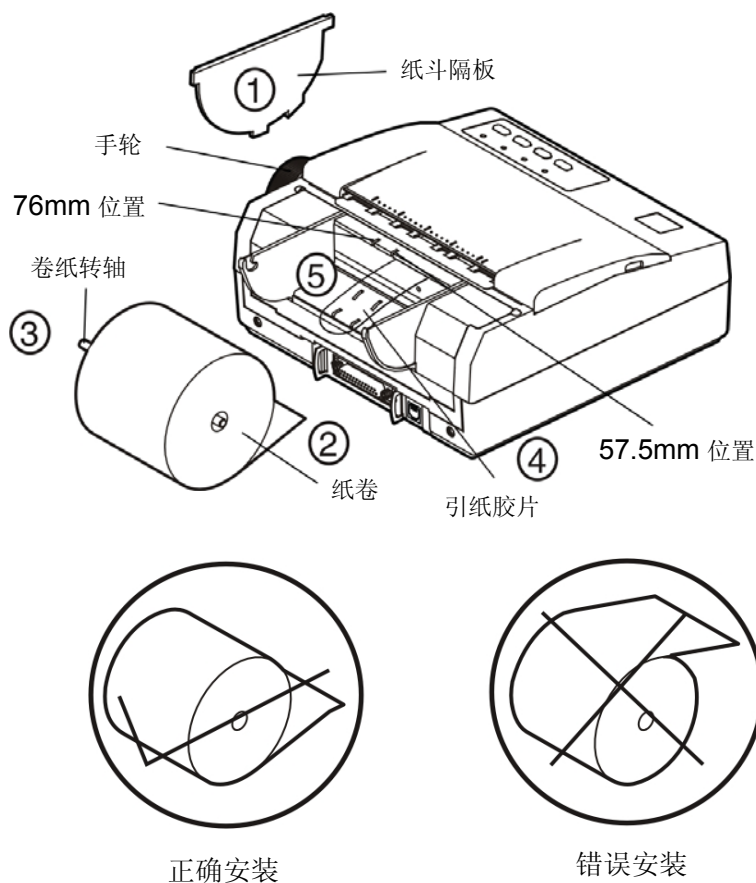

图 3-7 纸卷安装
- 开启打印机。如图 3-7 所示，先从纸卷中拉出纸头，再把纸头轻推进导纸槽，则打印纸自动进入打印机，然后穿上纸卷转轴，揭起引纸胶片，最后将纸卷放入纸斗内。